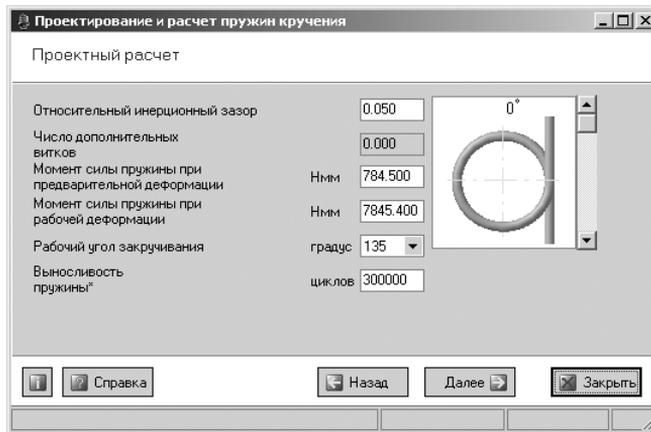

Рис. 4.89. Окно системы **Проектирование и расчет пружин кручения. Проектный расчет** на втором шагу
- щелкните в окне системы **Проектирование и расчет пружин кручения. Проектный расчет** по кнопке **Далее**. Появится окно системы **Проектирование и расчет пружин кручения. Проектный расчет** на втором шагу, см. рис. 4.89;
- введите в поля нужные вам параметры, например те, которые введены на рис. 4.89.